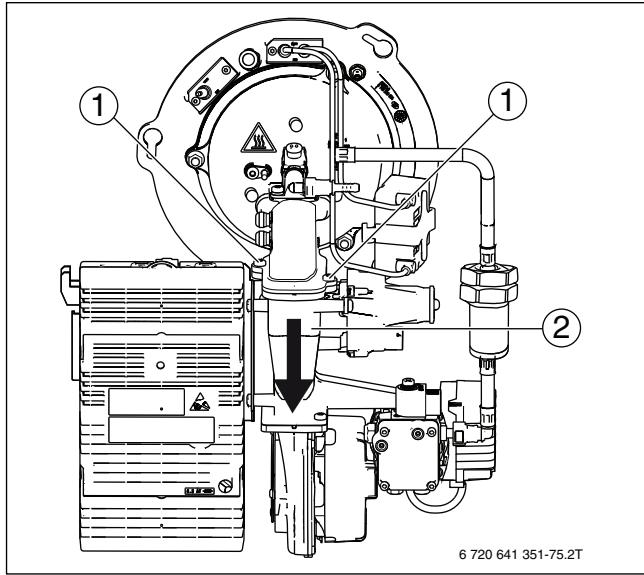

Bild 87 Brennergehäuse-Unterteil demonterieren
- Brennergehäuse-Unterteil (→ Bild 87, [2]) halten.
- Befestigungsschrauben (→ Bild 87, [1]) entfernen.